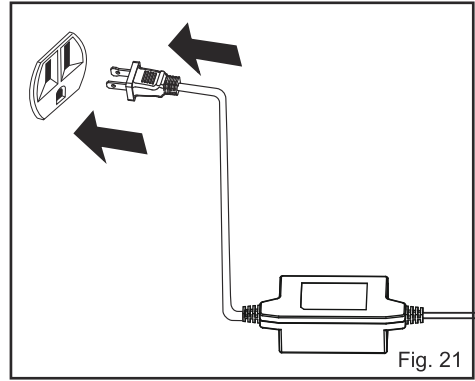

Fig. 21
- Coloque el adaptador de corriente en el suelo como se muestra para protegerlo del agua. Alternativamente, para mantenerlo alejado del agua estancada, el adaptador de corriente puede montarse en la pared atornillándolo a la misma a través de los orificios previstos (Fig. 21).